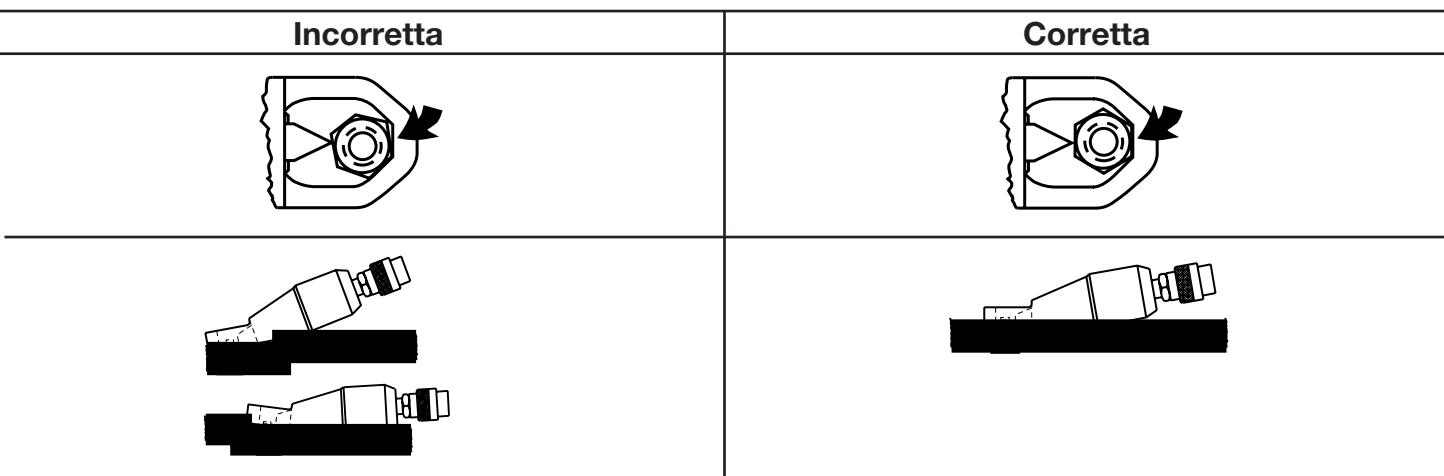

Figura 1
- NOTA:** la superficie piana della lama deve appoggiare a filo contro uno dei piani del dado, e la testa deve appoggiare su una superficie piana. Vedere la Figura 1 per i piazzamenti corretti o sbagliati.